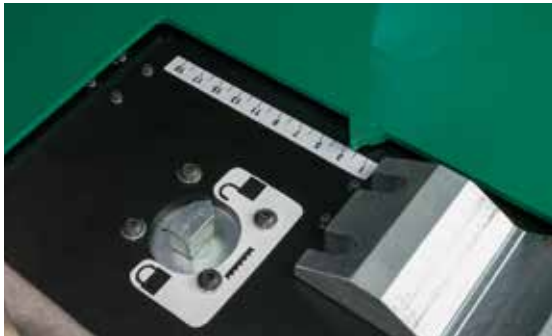

Fig. 29
2. Mueva la perilla lateral derecha al punto en la cantidad deseado. Consulte la Fig. 29